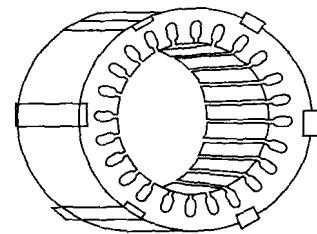

图1-3 定子铁心
2) 定子铁心 定子铁心是电动机的磁路的一部分，一般用0.5mm厚的硅钢片叠压而成。定子硅钢片的表面涂有绝缘漆或硅钢片经氧化处理表面形成氧化膜，使片间相互绝缘，以减小交变磁通引起的涡流损耗。定子铁心直径小于1m时，用整圆硅钢冲片；定子铁心直径大于1m时，用扇形冲片拼成。在定子冲片的内圆均匀地冲有许多槽，用以嵌放定子绕组。定子铁心与定子冲片如图1-3所示。